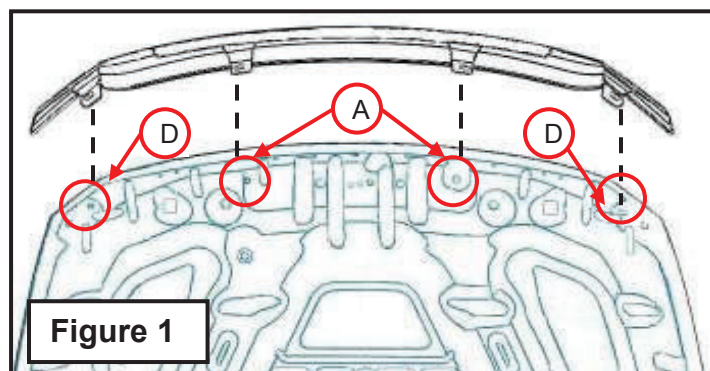

Figure 1
2. Faites un essai d'ajustement du protecteur de capot en alignant les trous de montage avec les trous correspondant dans le capot (**Figure 1**)
4. Réinstallez le protecteur sur le capot original en alignant les écrous-douille avec les fentes du capot. (**Figure 1**) Fixez le protecteur de capot au véhicule en installant le point de fixation central en premier et en continuant vers les extrémités. E